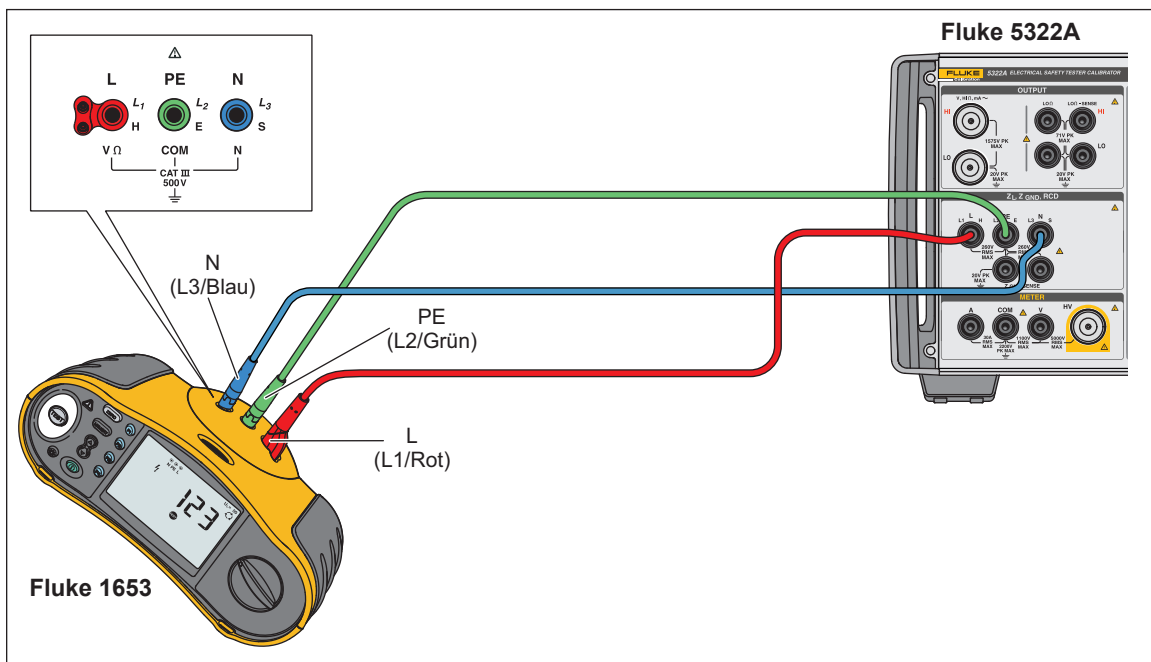

Abbildung 44. Kalibrierung von Leitungs- und Schleifenimpedanz an einem Fluke 1653
2. Schließen Sie das DUT an die Anschlüsse L, PE und N des Produkts an, wie in Abbildung 44 dargestellt.